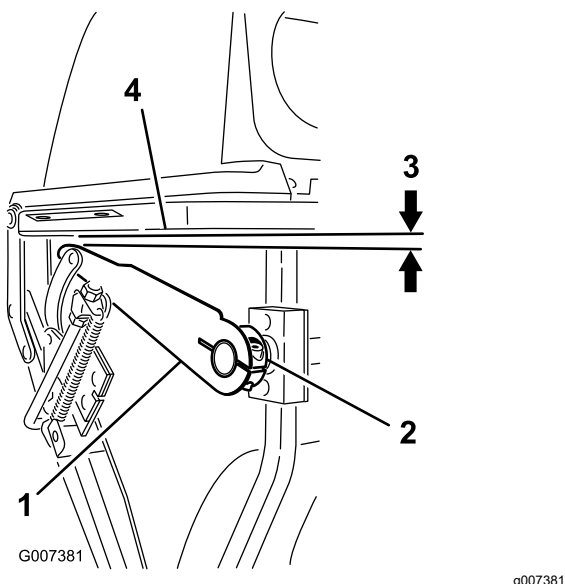

Figura 51
- Si ce n'est pas le cas, desserrez la vis Allen sur le moyeu du levier droit (Figura 51).